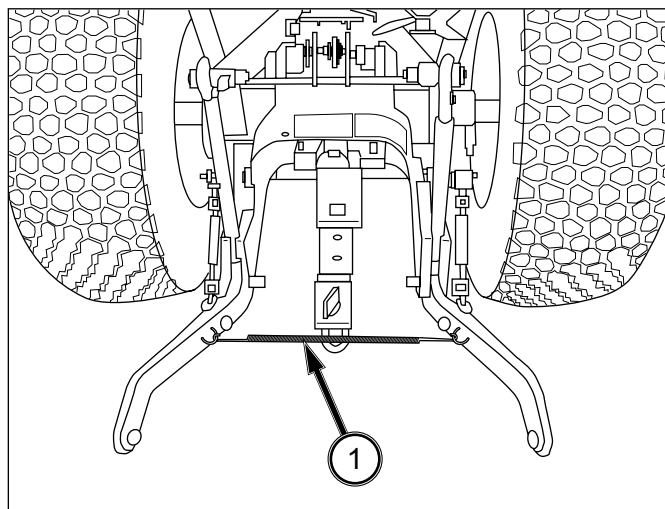

FIG. 5-39
FIG. 5-39: Enlevez les broches des bras inférieurs de l'équipement. Assurez-vous que les bras inférieurs sont attachés l'un à l'autre avec le ressort (1) pour éviter qu'ils touchent les pneus.